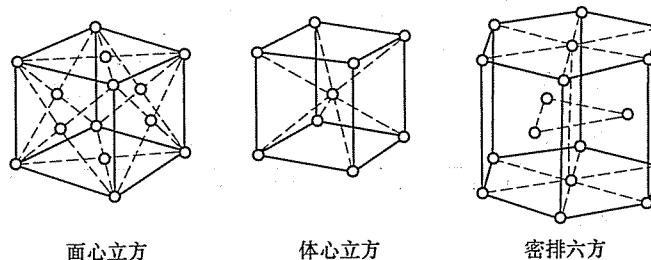

图 20-3 第三题第 3 小题解答图
3. 面心立方、体心立方和密排六方的晶胞示意图如图20-3所示。计算得它们的晶胞原子数、原子半径（用晶格常数表示）、配位数和致密度列于表20-1。